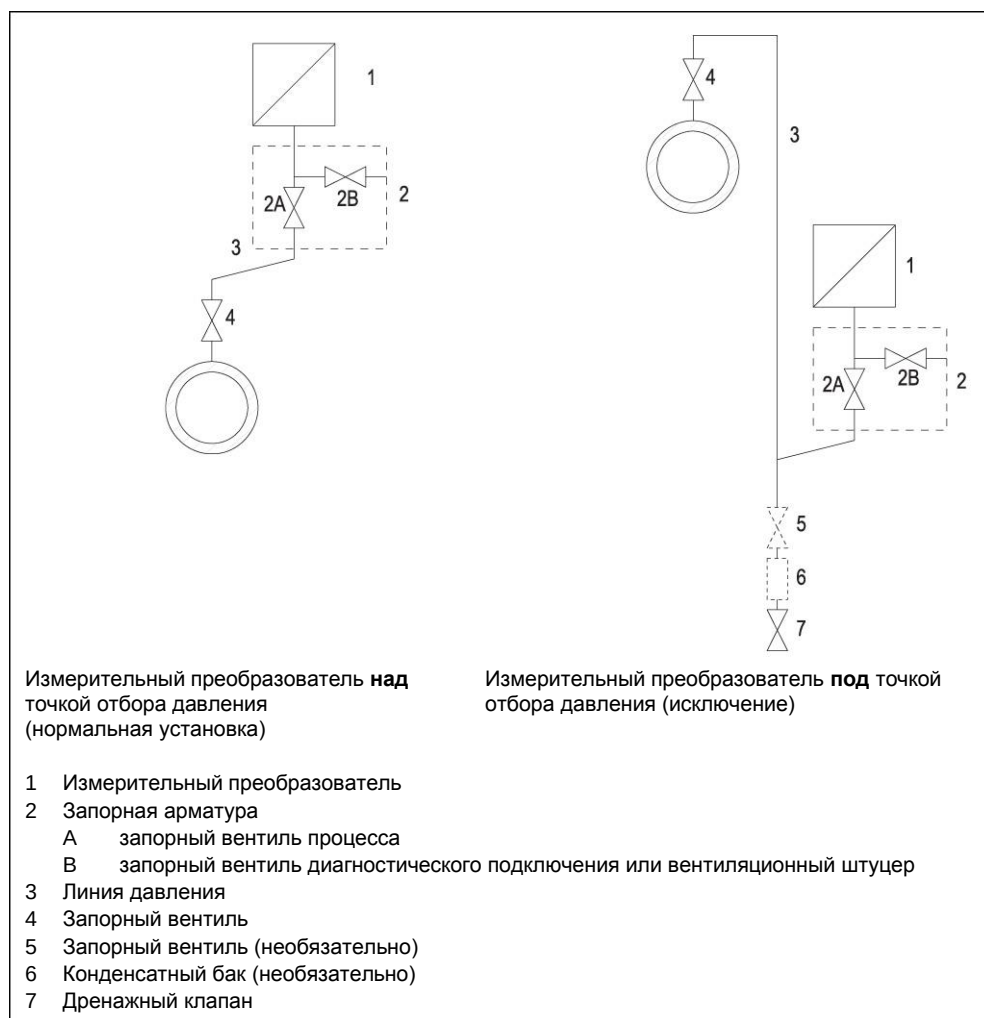

Рис. 32. Измерение газов
Неверное обращение с запорной арматурой (рис. 32, стр. 139) может привести к серьезным травмам и значительному материальному ущербу.
1. Откройте запорный вентиль (см. 2В, рис. 32).
2. Через диагностическое подключение (2) подайте на измерительный преобразователь давление, соответствующее началу диапазона.
5. Откройте запорный вентиль (4) на точке отбора давления.